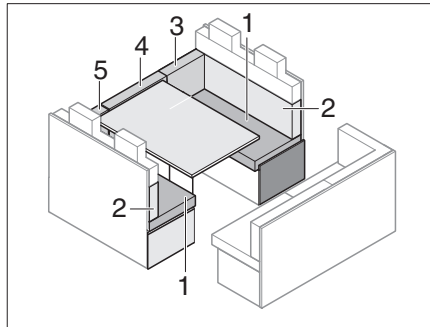

Fig. 190 Antes de la transformación
- Quitar el cojín del respaldo (Fig. 190,3,4 y 5) y ponerlo al lado.